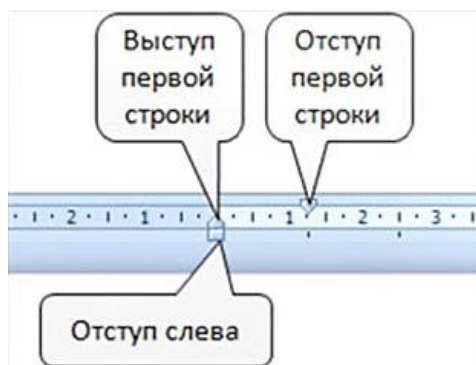

Рис. 52. Установка отступов абзацев с использованием «бегунков» на горизонтальной линейке
2. Перетащить соответствующий бегунок горизонтальной линейки (рис. 52).